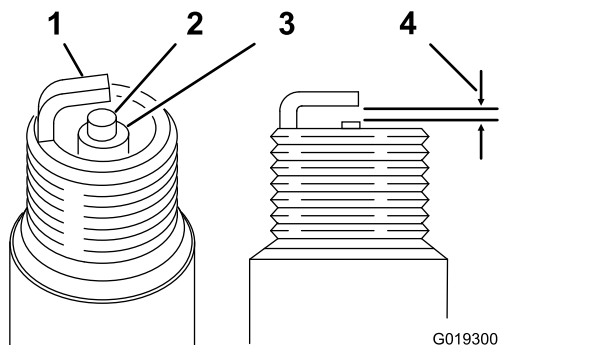

Figura 32
Folga: 0,70 a 0,80 mm; consulte Figura 32
- Defina a folga para 0,70 a 0,80 mm como se mostra na Figura 32.